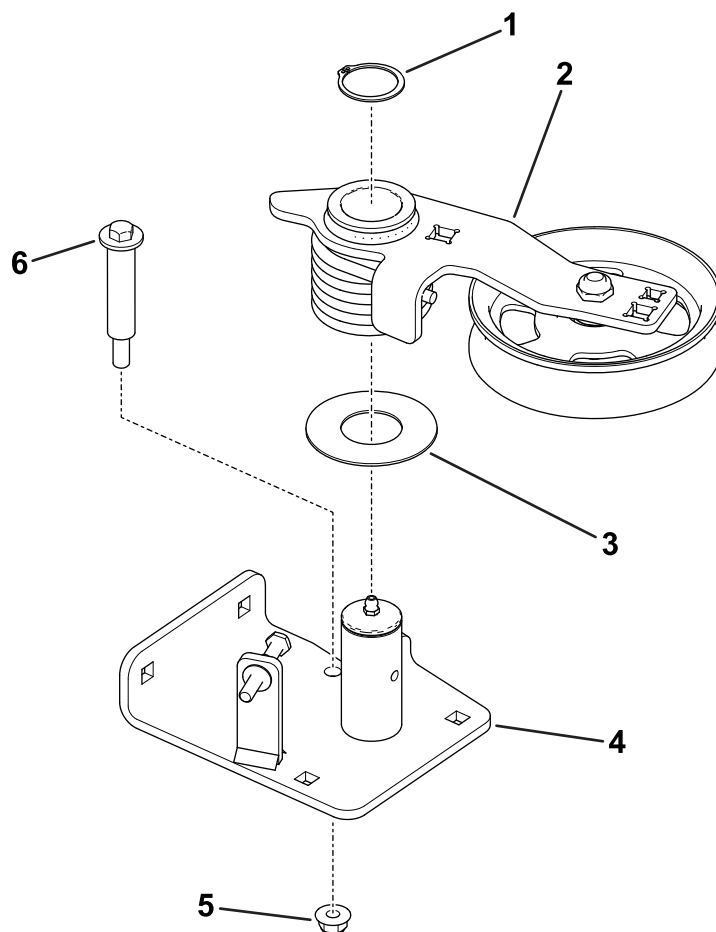

Figura 4
5. Remova o parafuso de ombro da placa de articulação da polia e depois liberte a tensão da mola (**Figura 4**).
6. Remova o anel de retenção que retém o braço da polia na articulação da polia (**Figura 4**).